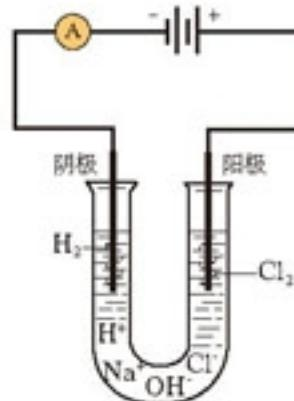

图 2-9 电解饱和食盐水实验装置
在氯碱工业中，通过电解①饱和食盐水的方法得到  $\text{NaOH}$ 、 $\text{Cl}_2$  和  $\text{H}_2$ 。其原理可以通过图 2-9 所示的实验装置来说明。我们知道，在氯化钠溶液中存在着  $\text{Na}^+$ 、 $\text{H}^+$ 、 $\text{Cl}^-$ 、 $\text{OH}^-$  4 种离子，当接通直流电源后，带负电的  $\text{OH}^-$  和  $\text{Cl}^-$  向阳极移动，带正电的  $\text{Na}^+$ 、 $\text{H}^+$  向阴极移动。在所给的电解条件下， $\text{Cl}^-$  比  $\text{OH}^-$  容易失去电子， $\text{H}^+$  比  $\text{Na}^+$  容易得电子，在两极分别发生下列反应：